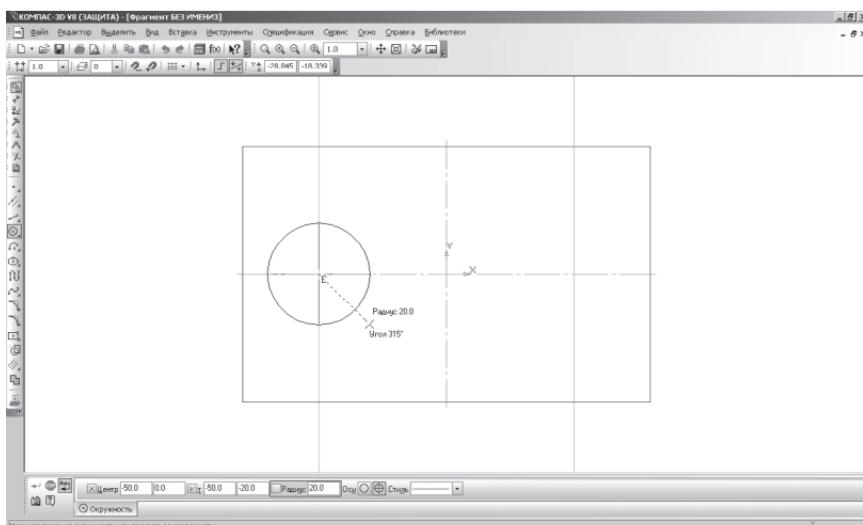

Рис. 57
- два раза щелкнув ЛКМ в поле **Радиус** панели **Свойства**, введите значение 20 (на чертеже дано значение диаметра ($\emptyset = 40$)) и нажмите <Enter> (рис. 57);